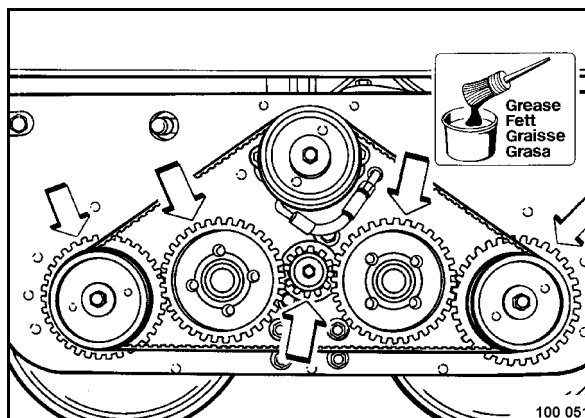

рис. 70
- Демонтировать защитный кожух (рис. 70).